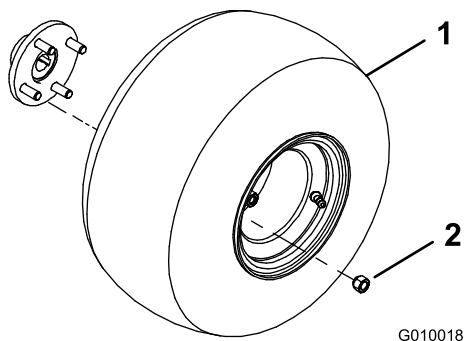

図 3
2. 後ホイールハブにホイールアセンブリを取り付ける 図 3。
3. ラグナット 図 3 を取り付けて、61-75 N·m6.2-7.6 kg.m=45-55 ft-lb にトルク締めする。